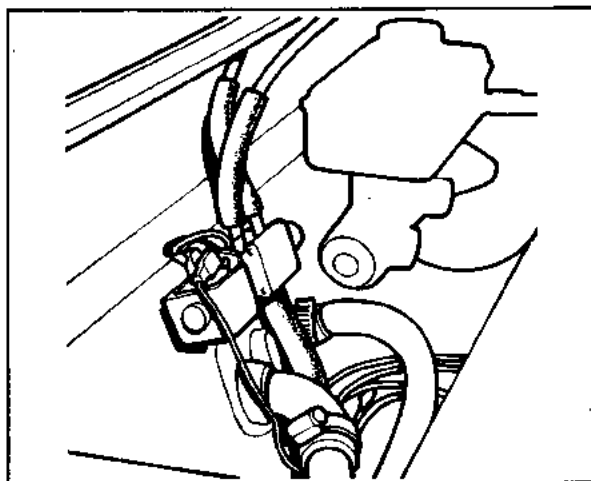

Fig. 1
- In de ruststand van de ruitewissermotor moeten de wisserarmen en -bladen in de stand staan, zoals in fig. 1 is afgebeeld.
- Maak in het voorcompartiment de zwarte draad met rode stekker op de elektroklep los. (fig.1).